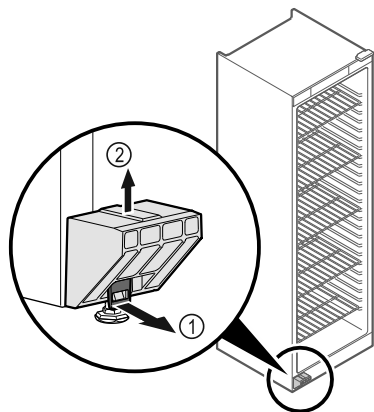

Fig. 1
- ▶ Vytáhněte sponu Fig. 1 (1) směrem dopředu.
- ▶ Vytáhněte transportní pojistku Fig. 1 (2) směrem nahoru.